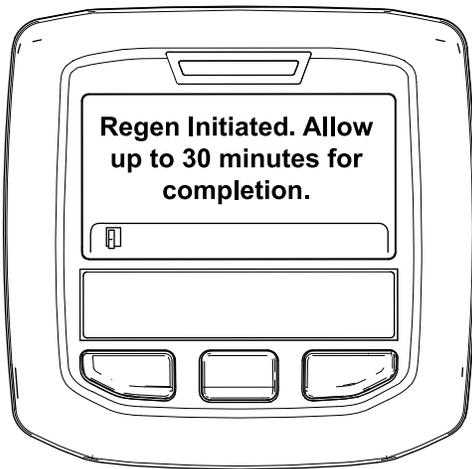

Figura 37
- Si la regeneración está permitida, en el InfoCenter se muestra el mensaje "Regen Initiated. Allow up to 30 minutes for completion" (Regeneración iniciada. Esperar 30 minutos para que se complete), espere a que la máquina complete el proceso de regeneración en estacionamiento (Figura 37).